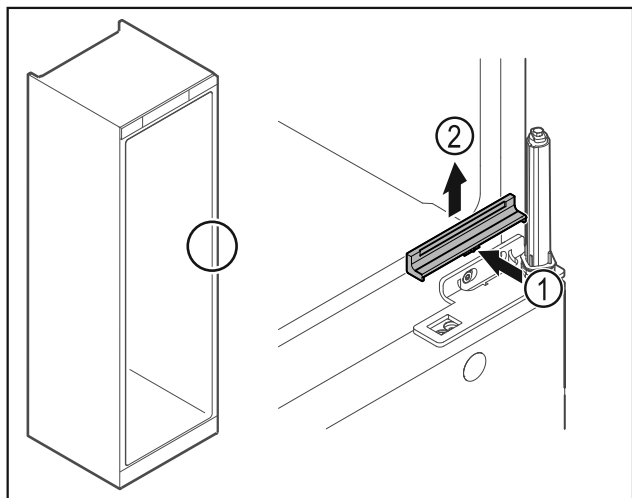

Fig. 26
- Trykk dekselet Fig. 26 (1) litt inn på midten, og trekk det opp og av Fig. 26 (2).